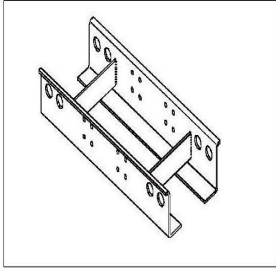

图 2 Рисунок 2
- 确定油缸支撑梁的高度（参见图 2），使之与变速箱等部件之间留有间隙，采用标准方钢或 U 形槽钢。
- Определите высоту опорной балки цилиндра (см. рис. 2) так, чтобы между ней и коробкой передач и другими компонентами оставалось свободное